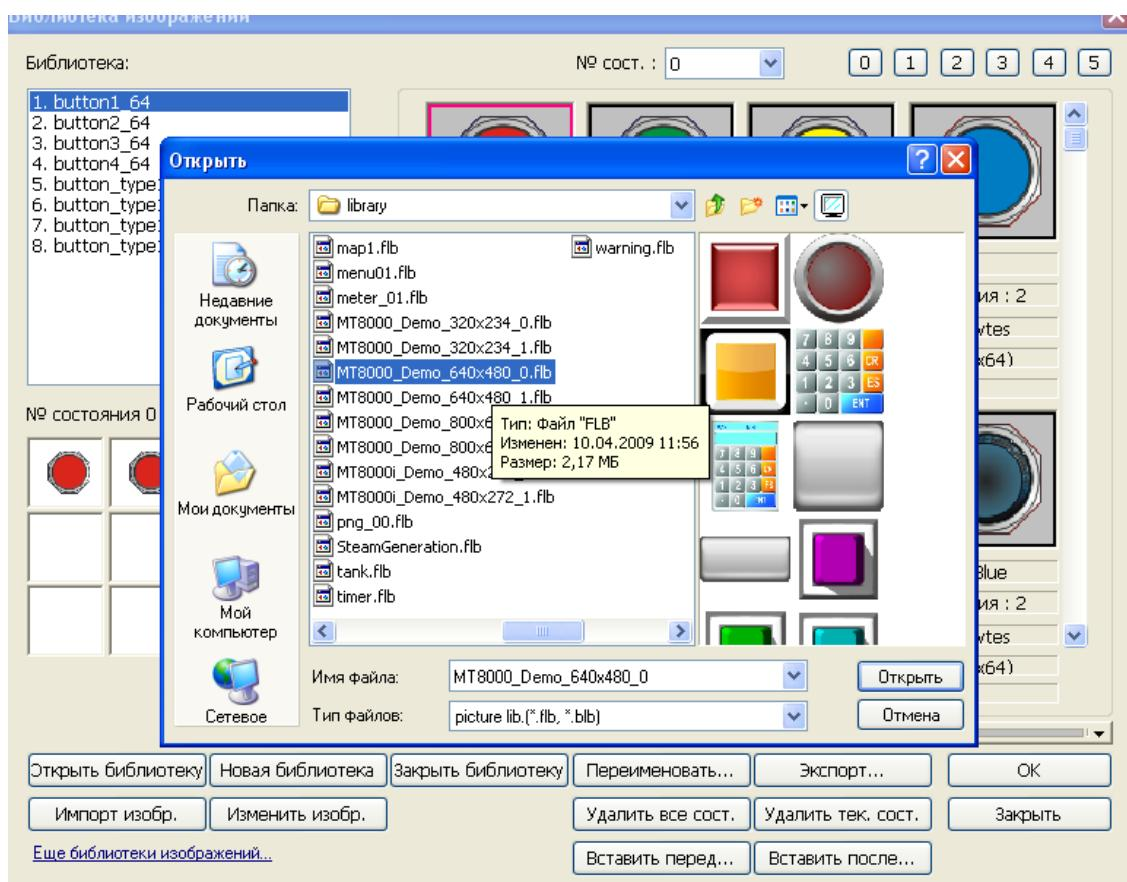

Рис. 16. Добавление библиотеки изображений в проект
3.5.6. Изменить изображение по умолчанию на изображение тумблера. Для этого перейти по кнопке к Библиотеке изображений и открыть библиотеку «**MT800\_Demo\_640x480\_0.flb**», как показано на рис. 16. После этого библиотека будет доступна в проекте.